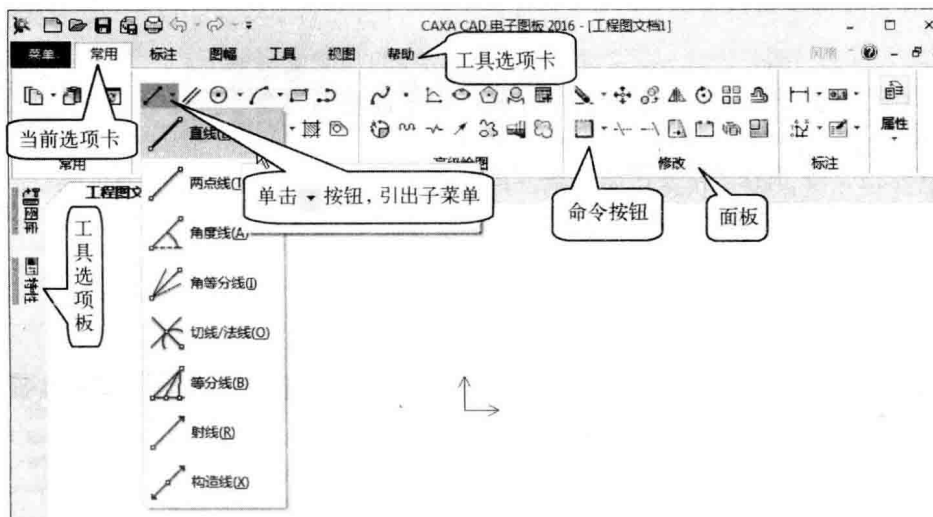

图 1-8 功能区
选项卡模式界面中最重要的界面元素为功能区，使用功能区时无须显示工具栏。功能区由多个工具选项卡组成，而每个工具选项卡又由各种面板组成，如图 1-8 所示。单击要使用的选项卡，可在不同的选项卡间切换。在任何界面元素上右击后，可以在弹出的菜单中打开或关闭功能区。
- 命令按钮：面板由一些命令按钮排列而成，每一个命令按钮都通过图标形象地表示。用鼠标单击某一个按钮，即可调用相应的命令。有的命令按钮旁边有 ▾ 按钮，如 ，表示该命令有子菜单。单击 ▾ 按钮，就会引出子菜单，可移动鼠标进一步选取菜单项，如图 1-8 所示。